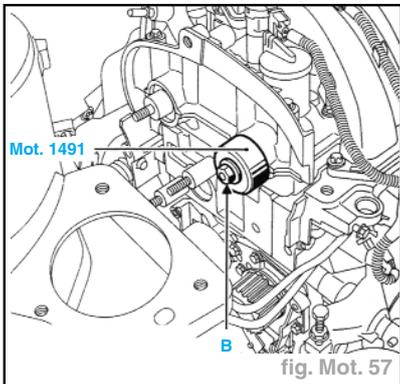

fig. Mot. 57
- les joints d'étanchéité des arbres à cames en utilisant le **Mot. 1491** (utiliser les anciens écrous (B)) (fig. Mot. 57).